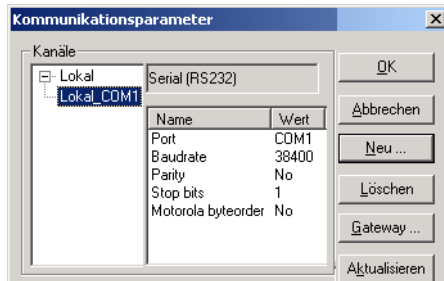

Abbildung 54: Kommunikationsparameter des PCs festlegen
Hierzu passen Sie zunächst die Kommunikationsparameter des PCs an die CPU-Parameter an. Gehen Sie dabei von den Default-Parametern der CPU aus und übertragen Sie diese wie in Abbildung 54 dargestellt.
- ▶ Übernehmen Sie die weiteren Parameter aus der Abbildung 54.